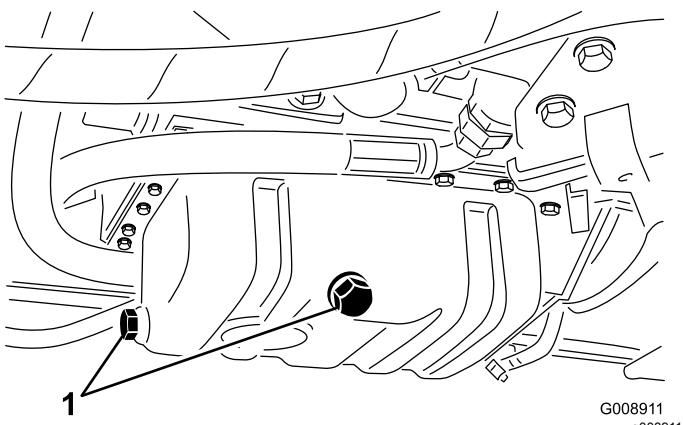

Figura 45
- Retire o tampão de escoamento (Figura 45) e deixe o óleo escorrer para um recipiente adequado.